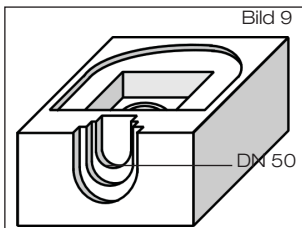

Bild 9
2.1 Wärmedämmblock entsprechend der Nennweite aussparen. Obere Kontur: DN 50 (Bild 9).
3.1 Wärmedämmblock entsprechend der Nennweite aussparen. Obere Kontur: DN 50 (Bild 9). Mindestdicke Wärmedämmung DN 50: 80 mm